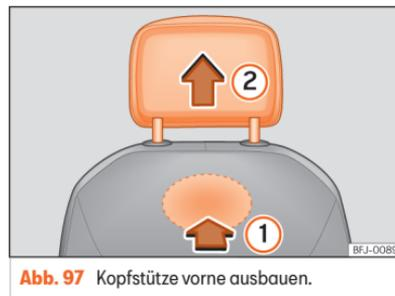

Abb. 97 Kopfstütze vorne ausbauen.
- Lokalisieren Sie zum Entriegeln der Kopfstütze die Aussparung im markierten Bereich auf der Rückseite der Sitzlehne und drücken Sie in Pfeilrichtung »» (Abb. 97) ①.
- Ziehen Sie die Kopfstütze in Pfeilrichtung ② heraus.